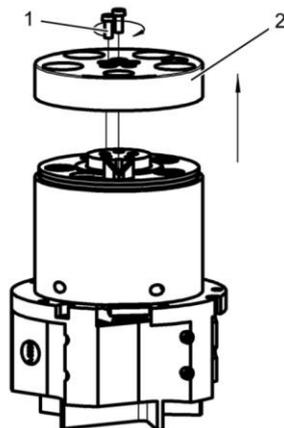

Abbildung 37: Schrauben lösen
1. Die beiden innenliegenden Schrauben Abbildung 37 Position 1 auf der Abdeckung Abbildung 37 Position 2 lösen und entfernen